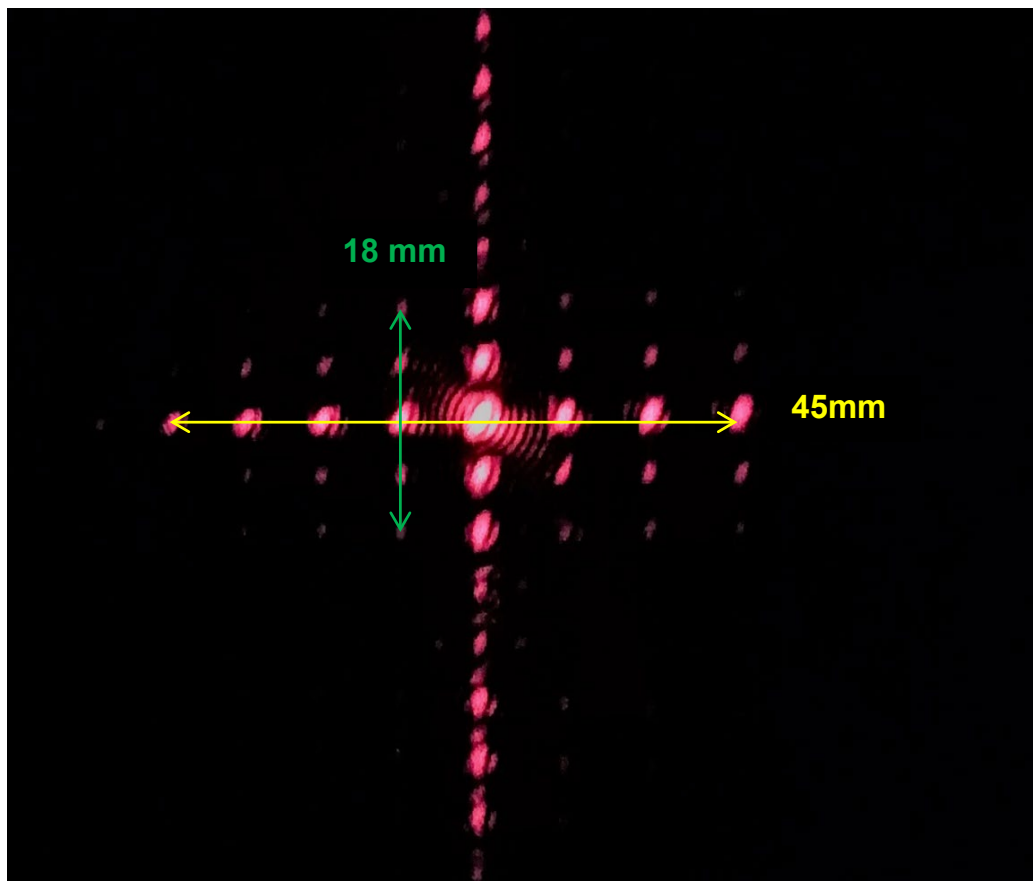

Figure 6 : interférences obtenues avec le voile
- l'interfrange horizontale, notée  $i$ , est définie comme la distance entre les centres de deux taches lumineuses successives selon l'axe horizontal identifié sur la figure 6 ;
- l'interfrange verticale, notée  $i'$ , est définie comme la distance entre les centres de deux taches lumineuses successives selon l'axe vertical identifié sur la figure 6 ;
- Q.4.** Évaluer les valeurs des interfranges,  $i$  et  $i'$ , à l'aide des dimensions figurant sur la figure 6.